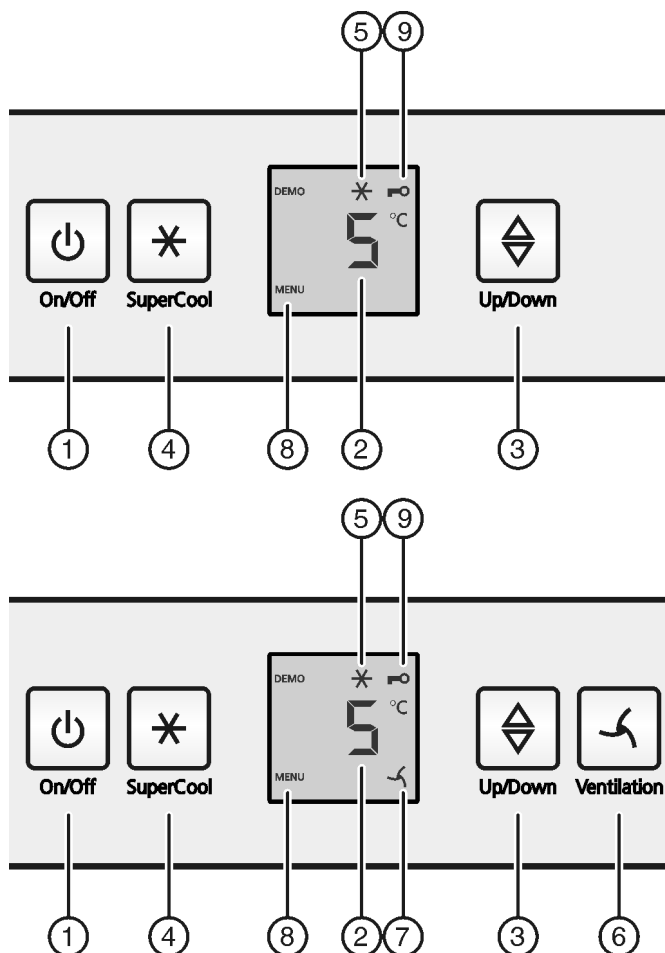

Fig. 2
- ▶ Appuyez sur la touche marche/arrêt Fig. 2 (1).
- ▶ Appuyer env. 5 secondes sur la touche SuperCool Fig. 2 (4).
- ▷ Le symbole Menu Fig. 2 (8) apparaît dans l'affichage.
- ▶ Confirmer brièvement avec la touche SuperCool Fig. 2 (4).
- ▷ Le symbole Sécurité enfants Fig. 2 (9) s'allume dans l'affichage.
- ▶ Appuyer brièvement sur la touche On/Off Fig. 2 (1).
- ▶ Appeler la fonction de température : appuyer sur la touche de réglage *Fig. 2 (3)*.
- ▶ Modifier la température par incrément de 1 °C : appuyer sur la touche de réglage *Fig. 2 (3)* jusqu'à ce que la température souhaitée apparaisse dans l'affichage de température.
- ▶ Appuyer brièvement sur la touche SuperCool *Fig. 2 (4)*.
- ▷ Le symbole SuperCool *Fig. 2 (5)* s'allume dans l'affichage.
- ▷ Le symbole SuperCool *Fig. 2 (5)* s'éteint dans l'affichage.